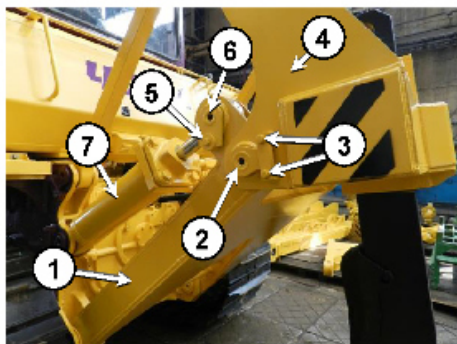

Рисунок 7.26
- болтов **3** (рисунок 7.26) – 129... 176 Н·м (13,2... 18,0 кгс·м);
- болтов **5** (рисунок 7.26) – 129... 176 Н·м (13,2... 18,0 кгс·м).